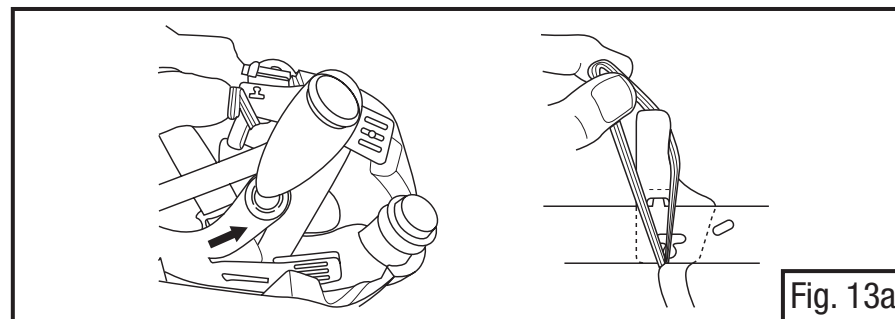

Fig. 13a
- Com a borda do visor na posição para baixo (fechado), remova a guia da vedação da face dos pontos de fixação “T” na cinta da cabeça (Figs. 13a e b).
- Segure com firmeza o laço elástico na vedação da face e puxe para cima sobre a cinta da cabeça da carneira e fixe à guia plástica (Fig. 13a).